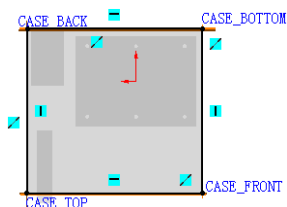

图 17.4.15 草图
Step2. 完成上步操作后, 系统将自动选择“草图绘制”命令。选择 CASE_RIGHT 为草图平面, 绘制图 17.4.15 所示的草图。